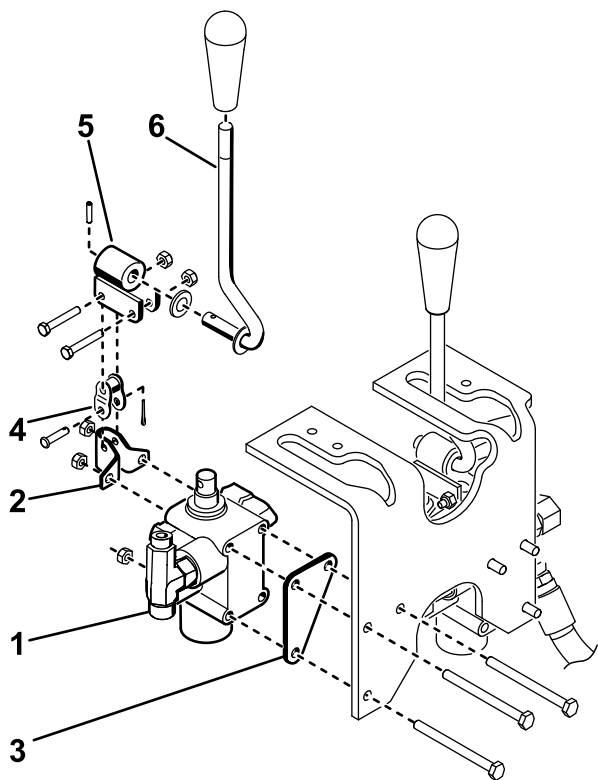

Figure 11
4. Montez le distributeur, le support de pivot et la plaque du distributeur sur le cadre à l'aide de 3 boulons (1/4" x 3") et 3 contre-écrous (Figure 11). Placez la plaque du distributeur contre l'avant du longeron lors du montage et serrez les fixations à un couple de 10 à 12 N·m.
5. Fixez légèrement le levier de pivot sur le tiroir du distributeur et la bielle à épaulement à l'aide de 2 boulons (n° 10 x 1 1/4") et 2 contre-écrous (Figure 11).